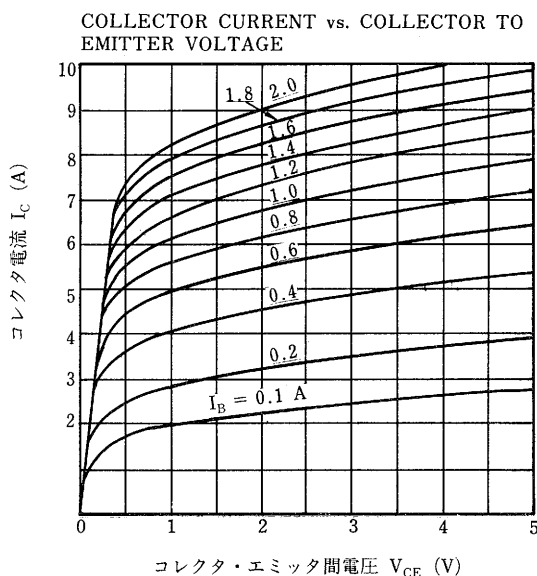
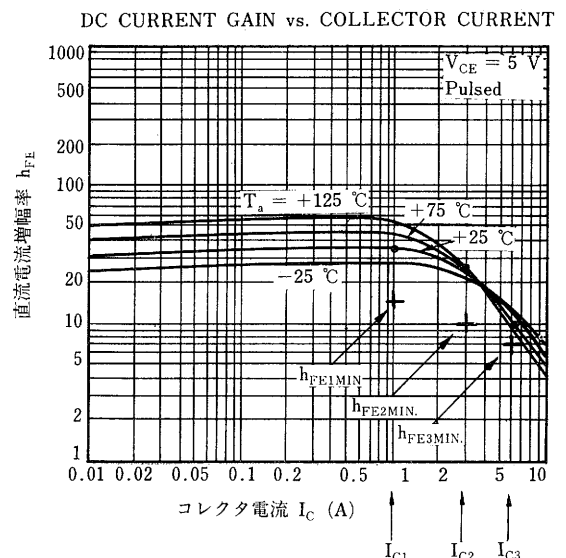
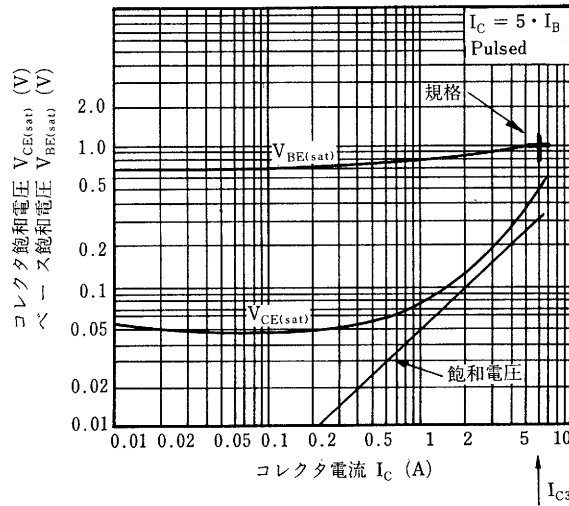

図1
図2
図 3
一例として『コレクタ電流 I_C —コレクタ・エミッタ間電圧 V_{CE} （パラメータ：ベース電流 I_B ）代表特性』を図1とし，図1の代表サンプルのカタログ条件での直流電流増幅率を $h_{FE10} \cdot h_{FE20} \cdot h_{FE30}$ また規格を $h_{FE1MIN} \cdot h_{FE2MIN} \cdot h_{FE3MIN}$ とします。また，『コレクタ飽和電圧 $V_{CE(sat)}$ —コレクタ電流 I_C 代表特性』を図3とします。（図2参照）
- ii. 接合温度 T_j 依存性に関しては、図 2 より I_{C0} における代表温度依存性データ $h_{FE(T_{jo})}/h_{FE(25^\circ C)}$ を求め
- i. 図2より I_{CO} における温度依存性を求め
- ii. 図1の特性を図2に書き直し、 I_{CO} での直流電流増幅率 h_{FE00} より $h_{FE00}/h_{FEMIN.}$ を求め